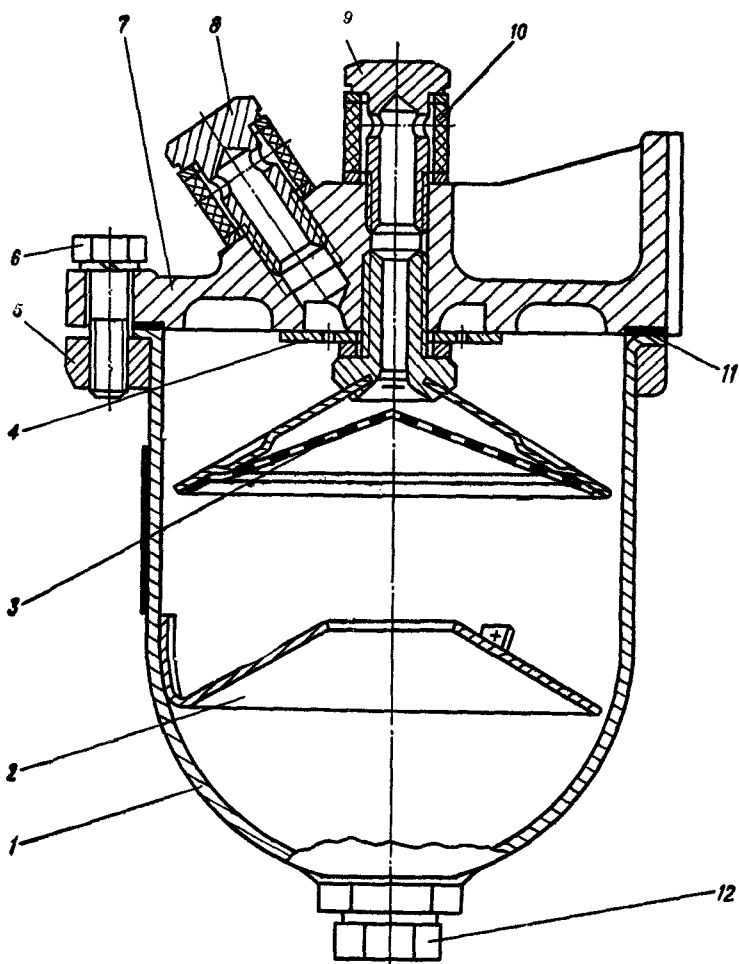

Рис. 25. Топливный фильтр грубой очистки (отстойник):
1. Тщательно очистите от грязи и пыли наружные поверхности фильтра грубой очистки (рис. 25).